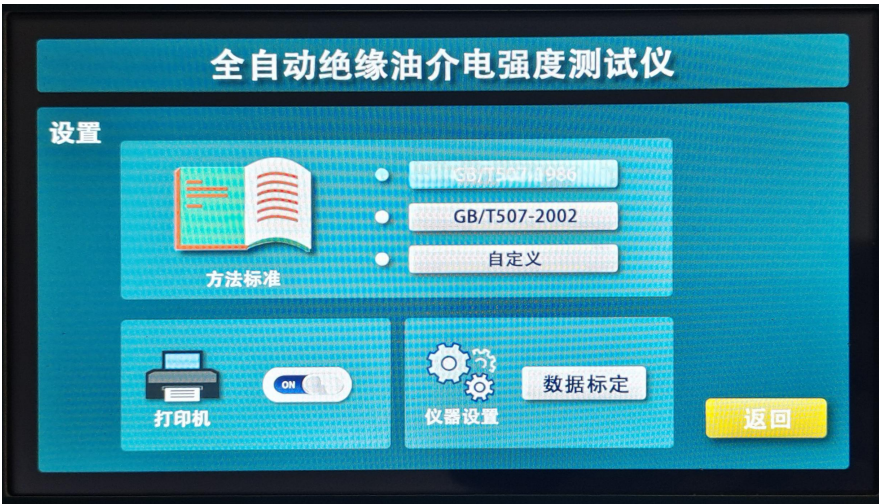
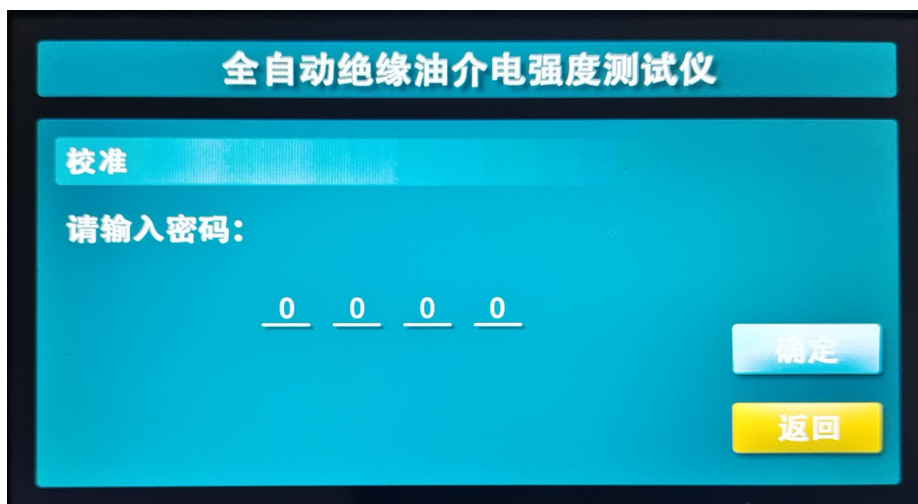

图 2 选择子页面
图 6 数据标定子界面
2. 在图 1 页面下，按 设置 键进入下一级页面（图 2）；
3. 在图 2 页面下，按 GB/T507-1986 按钮，即可进入国标 1986 设置子页面（图 3）。
4. 在图2页面下，按 **GB/T507-2002** 按钮，即可进入国标2002设置子页面。在该页面下的操作与 **GB1986** 子页面基本相同，可参考六、操作步骤图解3.的相关内容。
5.在图2页面下，按 **自定义** 按钮，即可进入 **自定义设置** 子页
6.在图 2 页面下，按 **数据标定** 按钮，即可进入 **数据标定** 子页面（图 6）